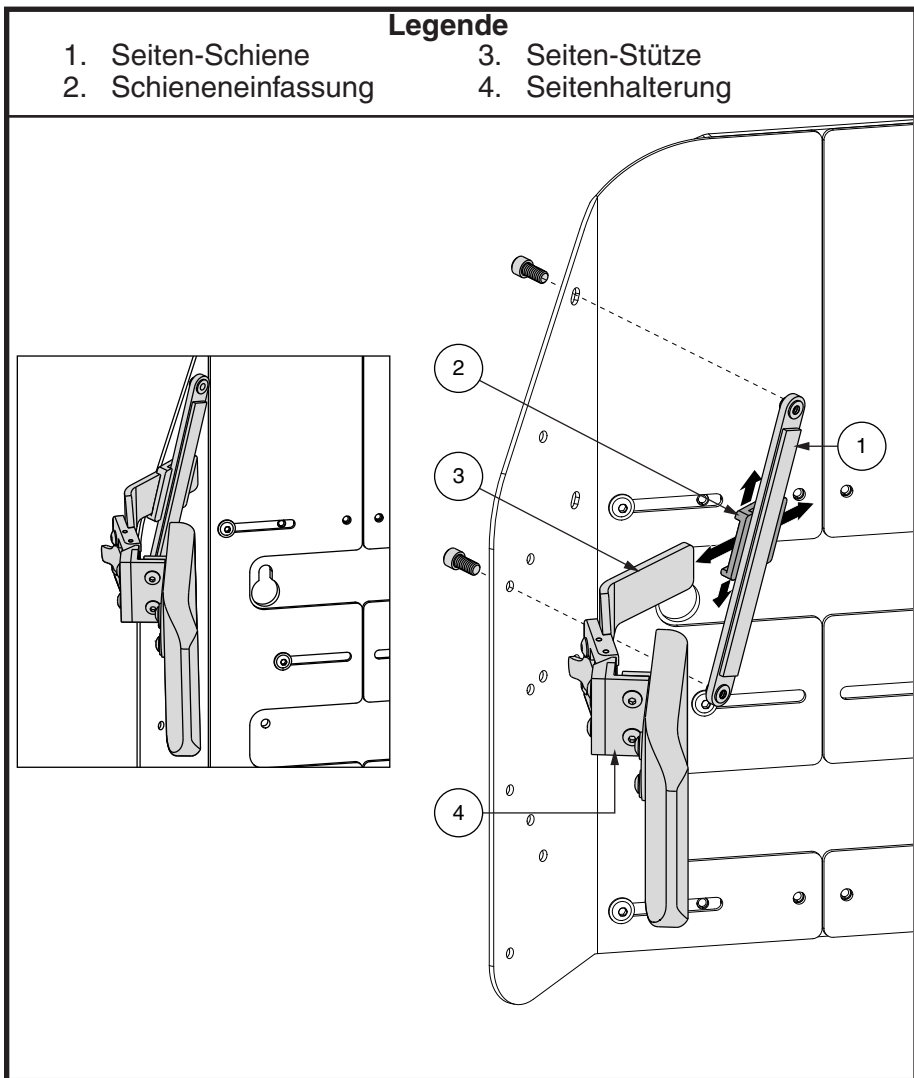

Abbildung 24. Seitenteile
2. Schieben Sie die Seitenstütze durch die Schieneneinfassung wie in **Abbildung 24.**
3. Schieben Sie die Seitenstütze in die gewünschte Position (hinsichtlich der Höhe und der Breite verstellbar). **Siehe Abbildung 24.**
2. Schieben Sie die Seitenstütze in die gewünschte Position (hinsichtlich der Höhe und der Breite verstellbar). **Siehe Abbildung 24.**